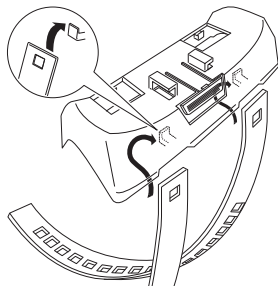

Fig. 15
1. Agganciare la cinghia al supporto. (Fig. 15)